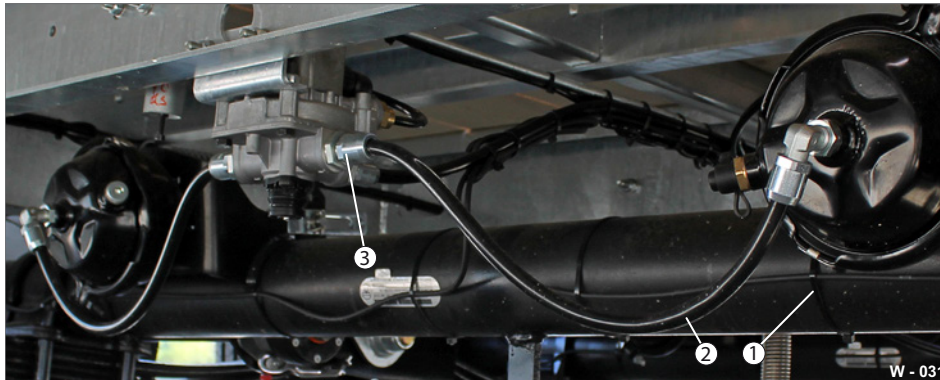

Abb. 31 Elektrische, Pneumatische Verbindungen / Leitungen
- ▶ Erneuern Sie schadhafte / gerissene Leitungen (Abb. 31/2) und Kabelschellen (Abb. 31/1).
- ▶ Ersetzen Sie defekte Verschraubungen (Abb. 31/3).